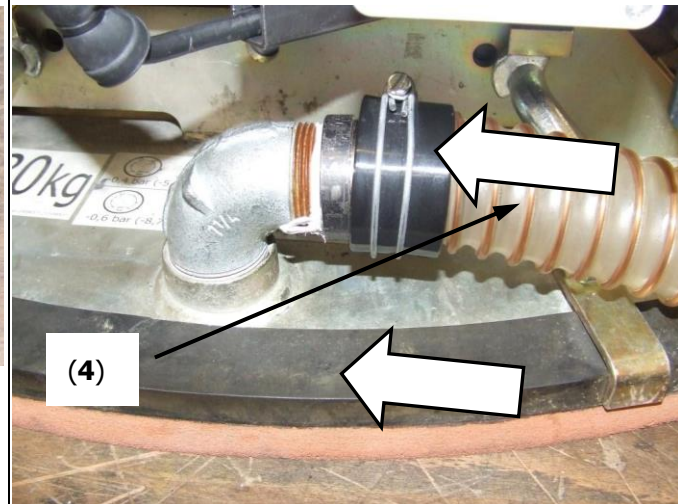

Abb. 4
- Vakuumschlauch (4) direkt an die Saugplatte anschließen (→ Abb. 4)